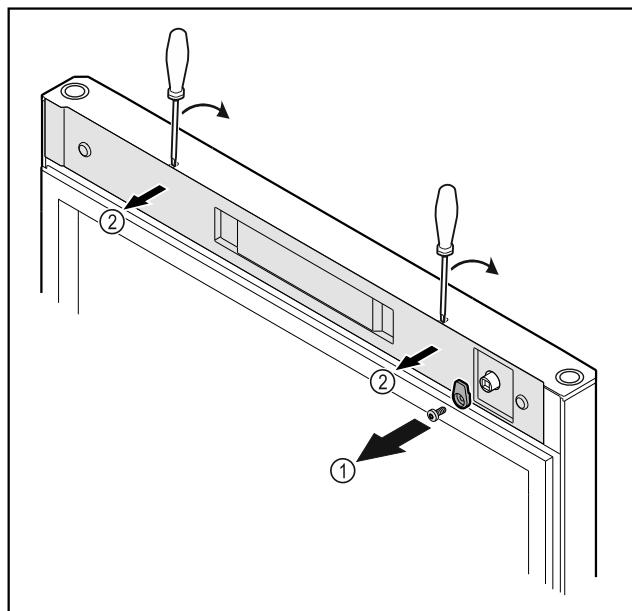

Fig. 21
- Ξεβιδώστε το άγκιστρο κλεισμάτος Fig. 21 (1).
- Ξεκουμπώστε το κάλυμμα Fig. 21 (2) με ένα μικρό κατσαβίδι και αφαιρέστε το.